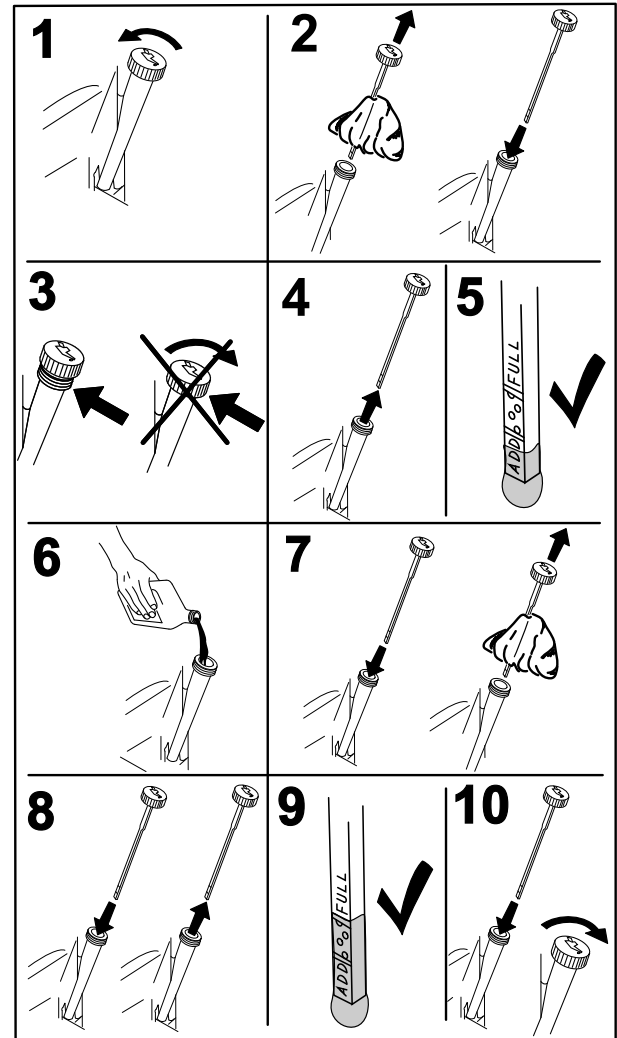

Figure 38
- Avant de quitter la position de conduite, coupez le moteur, enlevez la clé de contact et attendez l'arrêt complet de toutes les pièces mobiles (Figure 38).